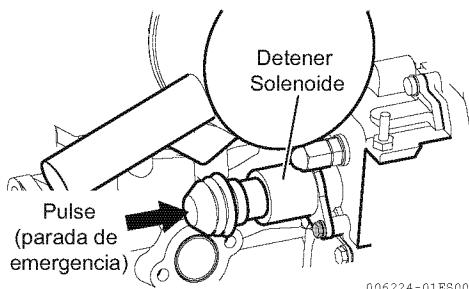

Figura 13
- 2- Opere el arranque mientras pulsa el botón de parada de emergencia (**Figura 13**) en la parte posterior de la bomba de combustible. Esto detiene el suministro de combustible.